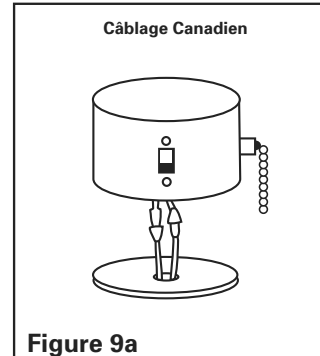

Figure 9a
5. REMARQUE : Pour les spécifications en canadien français, veuillez utiliser le système à fiches (Voir figure 9a). Si vous utilisez un ventilateur conforme aux spécifications UL, veuillez couper les bouchons (fiches) et effectuer le câblage avec les écrous serre-fils fournis avec le ventilateur.
7. NOTE : Pour les spécifications en canadien français, veuillez utiliser le système à fiches. (Voir figure 9a). Si vous utilisez un ventilateur conforme aux spécifications UL, veuillez couper les bouchons (fiches) et effectuer le câblage avec les écrous serre-fils fournis avec le ventilateur.